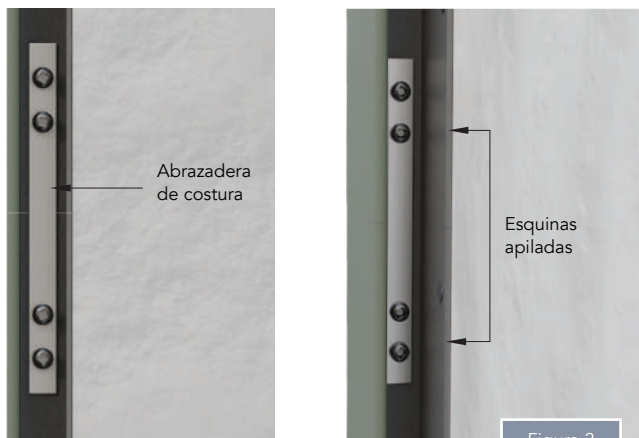

Figura 2
- En los casos en que la pared supere los 10' o 20' (3,05 a 6,10 m) y se deba instalar una segunda sección de esquina exterior, apile y empalme la segunda pieza con la primera (Figura 2).